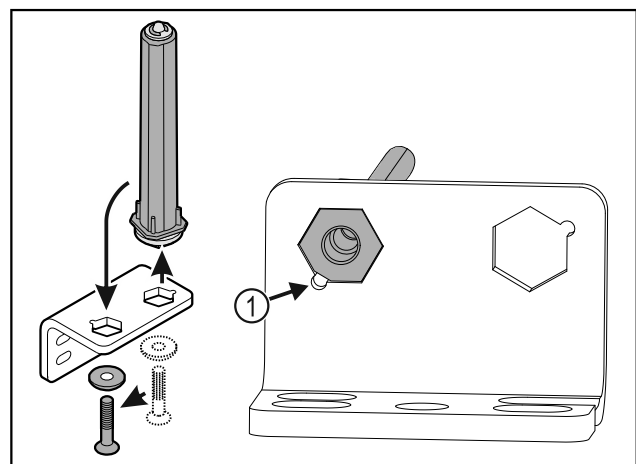

Fig. 32
- ▶ Darauf achten, dass beim Einsetzen die Bolzenabschrägung Fig. 32 (1) zum runden Loch zeigt.